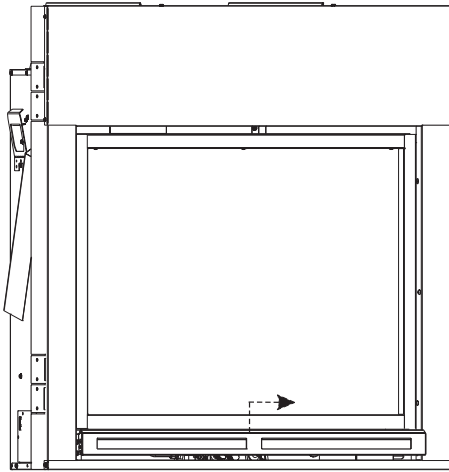

Figure 17
1. S'assurer que l'alimentation est coupée. Incliner et retirer le panneau inférieur. **Voir Figure 17.**